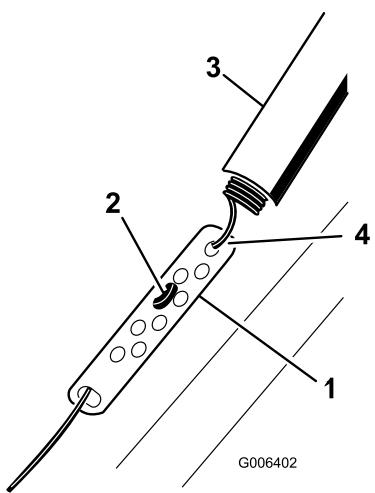

Figure 11
1. Remontez la protection du ressort et décrochez le ressort de la biellette de réglage (Figure 11).
2. Accrochez le raccord en Z à un trou plus haut ou plus bas sur la biellette de réglage de manière à obtenir un écart de 2 à 3 mm (1/16 à 1/8 po.) entre la barre de commande et le guidon (Figure 11).